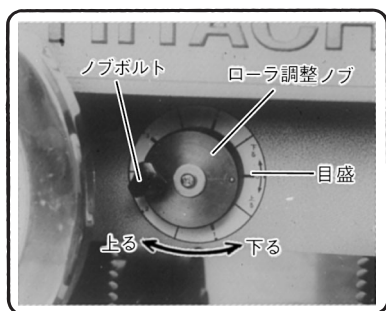

図 22
1. 自動テーブルのテーブルローラ(2本)は、ノブボルトをゆるめ、ローラ調整ノブを右(時計方向)へまわすと前後、同時に上がります。(図22)
3. 前後のテーブルローラの高さが不ぞろいの場合は、次の要領でテーブルローラの高さを合わせてください。(図22, 23)